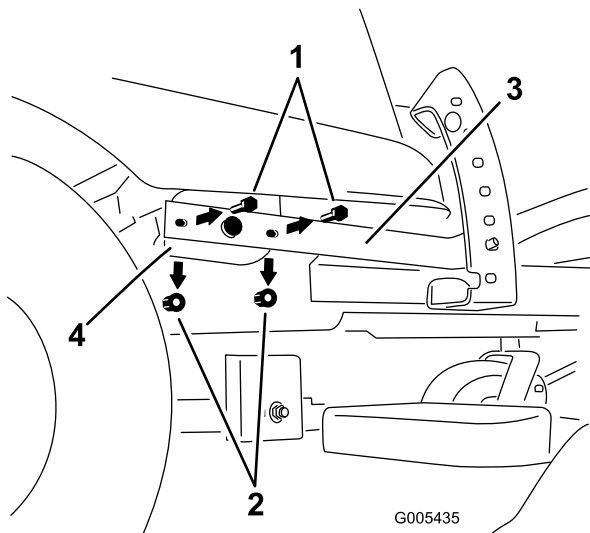

Figure 2
1. Trouvez le bras et le levier de relevage sous le carénage droit (Figure 2).
2. Enlevez les fixations du bras de relevage sur la face du levier de relevage (Figure 2). Mettez les fixations de côté.